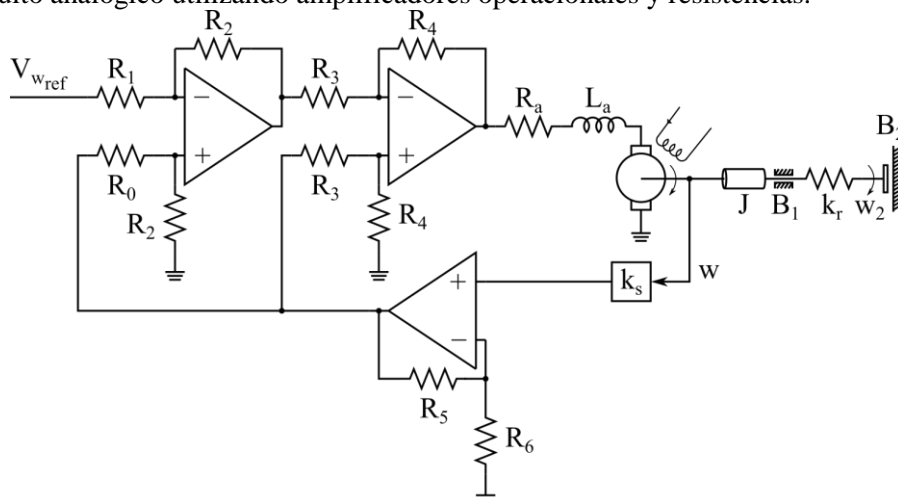

Figura 1: Sistema de control de velocidad de una pulidora
3) En la figura 1 se muestra el sistema de control de velocidad de una pulidora, la cual puede modelarse mediante un motor de CC y una carga mecánica acoplada al eje del motor con parámetros  $J$ ,  $B_1$ ,  $k_r$  y  $B_2$ . La velocidad angular  $w$  es medida con un sensor de ganancia  $K_s$  [Vs/rad]. El sistema de control es implementado en el dominio del tiempo continuo con un circuito analógico utilizando amplificadores operacionales y resistencias.